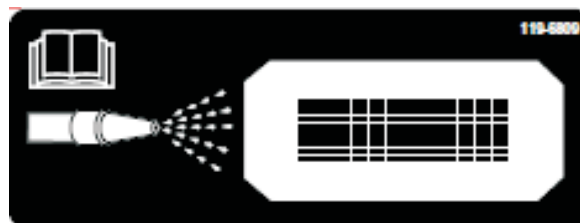
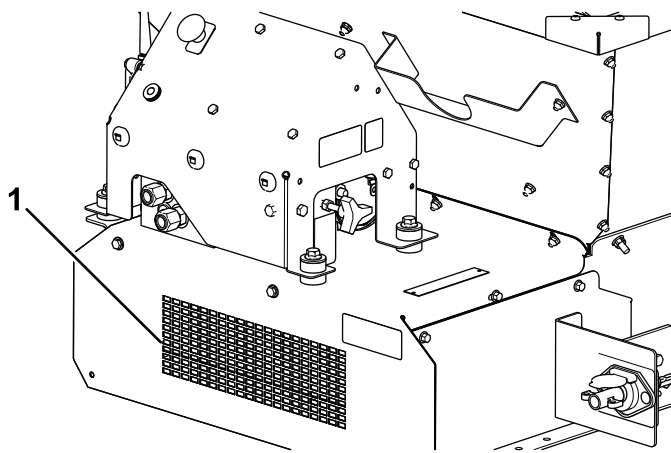

Рисунок 61
Рисунок 62
11. Найдите наклейку, обозначающую отверстие для очистки в передней части машины (Рисунок 61), и с помощью садового шланга заливайте воду через переднюю защитную сетку до тех пор, пока нижний щиток не будет полностью очищен от разбрасываемого материала (Рисунок 62).